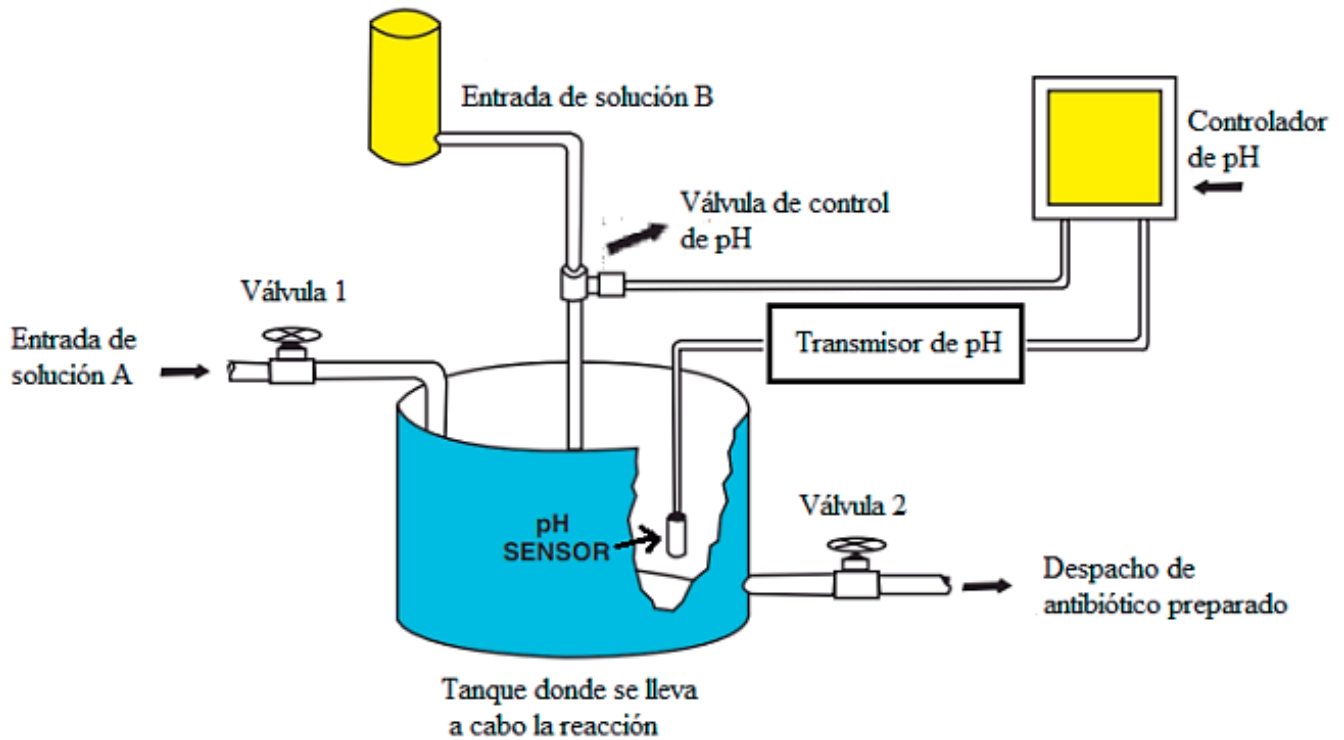
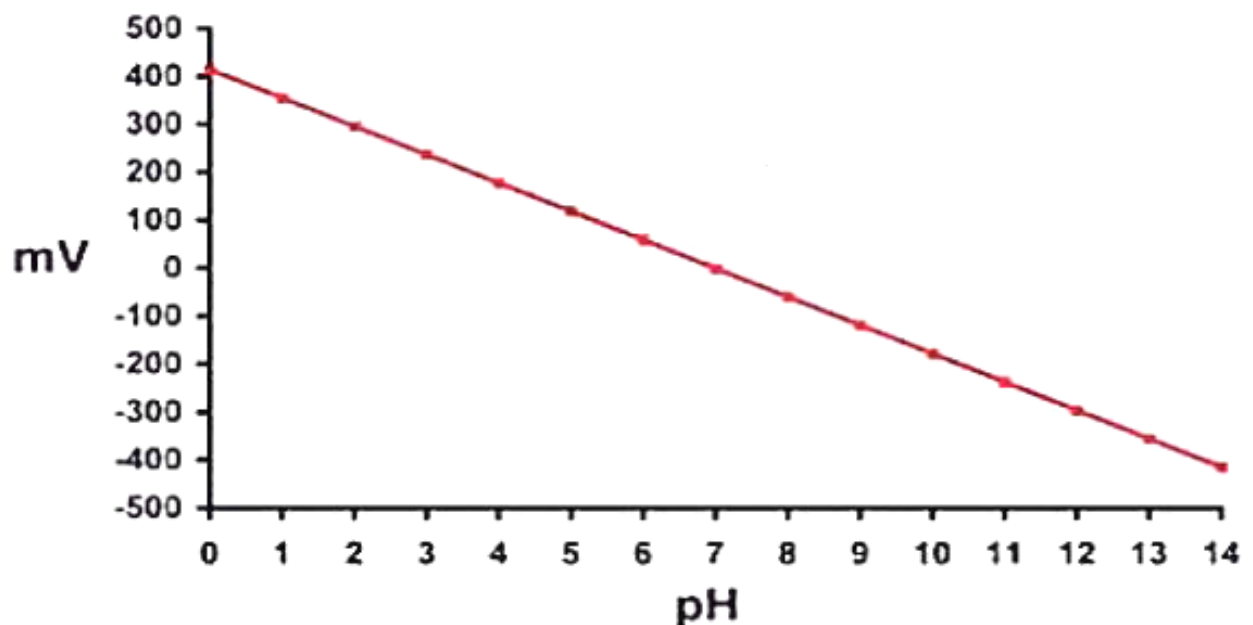

Figura 1: Sistema de control de pH
Figura 2: Curva característica de un medidor de pH a 25 °C
1. En la figura 1 se muestra el esquema de control implementado por un laboratorio farmacéutico para controlar el nivel de pH en un antibiótico y mantenerlo en un valor de 8. El pH es una medida del nivel de acidez o alcalinidad de una solución acuosa y se suele medir a una temperatura de referencia de 25 °C, por lo cual se procura tener el cuarto de laboratorio bajo dichas condiciones ambientales al hacer mediciones de dicha variable. Es importante recordar que al disminuir el valor del pH se incrementa la acidez de una sustancia. El nivel de pH en el tanque se mide utilizando un medidor de pH (phímetro), el cual es un dispositivo que genera un nivel de tensión directa, relacionado linealmente con el nivel de pH tal y como se observa en la figura 2. Dicho nivel de tensión es procesado por un transmisor que envía una señal de corriente de 4 mA a 20 mA al controlador.
De acuerdo con la figura 1, al tanque ingresan dos sustancias: Una solución A y una solución B. La solución A es una sustancia conocida como base y la cantidad de dicha sustancia que se agrega al tanque puede variar según su disponibilidad y también debido a la demanda de producción del antibiótico. Para variar la cantidad de la solución A se utiliza la válvula 1 de apertura manual. Por otro lado, al regular la cantidad de la sustancia B (un ácido) se controla el nivel de pH del antibiótico en el tanque, con lo que, si se agregara más de esta solución al tanque, se disminuiría el pH del antibiótico. La apertura de la válvula de salida suele ser constante, sin embargo, podría variarse (utilizando la válvula 2 de apertura manual) dependiendo de la demanda de producción del antibiótico.
- 🏠 Se recomienda estudiar el ejemplo de simulación Matlab (*disponible en Mediación Virtual junto al enunciado de la tarea*) que muestra cómo simular un esquema de control realimentado en Matlab ante cambios en el valor deseado y ante cambios en la perturbación, mediante la línea de comandos en Matlab (*siendo la figura 2 de este ejemplo similar a las figuras solicitadas en el problema 2 de la tarea*).